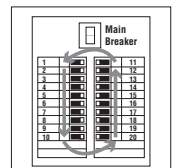

Figure 4
5. Glissez la pointe du récepteur le long du bord externe de chaque rangée de disjoncteurs en utilisant un parcours en champ de courses de la façon illustrée (Figure 4). Notez que le récepteur émet des bips fréquents alors qu'il mesure la force relative de signal pendant la première passe.